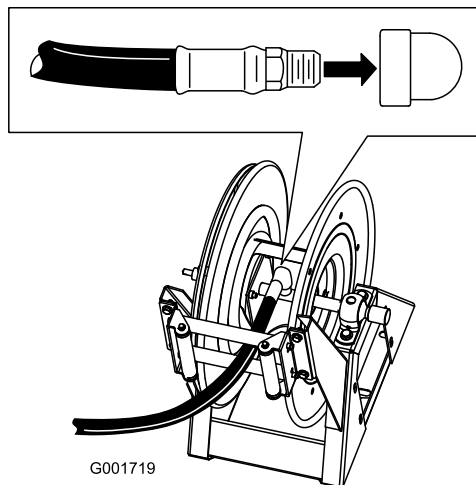

图 23
1. 在长软管的接头螺纹周围缠绕聚四氟乙烯生料带然后将接头安装到软管卷上的连接管内**图 23**。